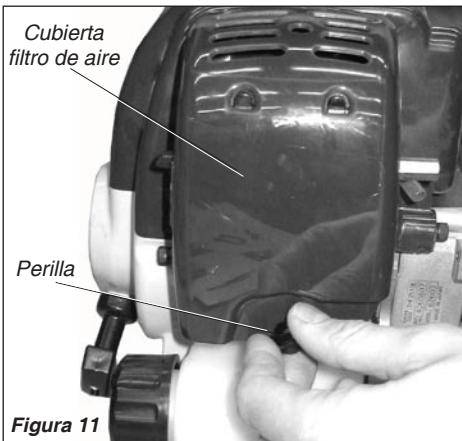

Figura 11
- Afloje el tornillo del cobertor del filtro de aire y remueva el cobertor. Vea la figura 11.